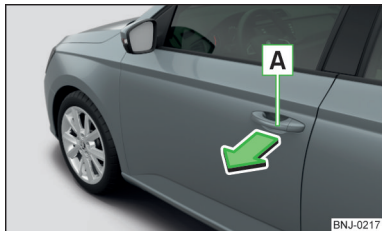

Fig. 47
- › Pentru **deschiderea din exterior**, descuriați autovehiculul și trageți de mânerul portierei în sensul săgeții » fig. 47.